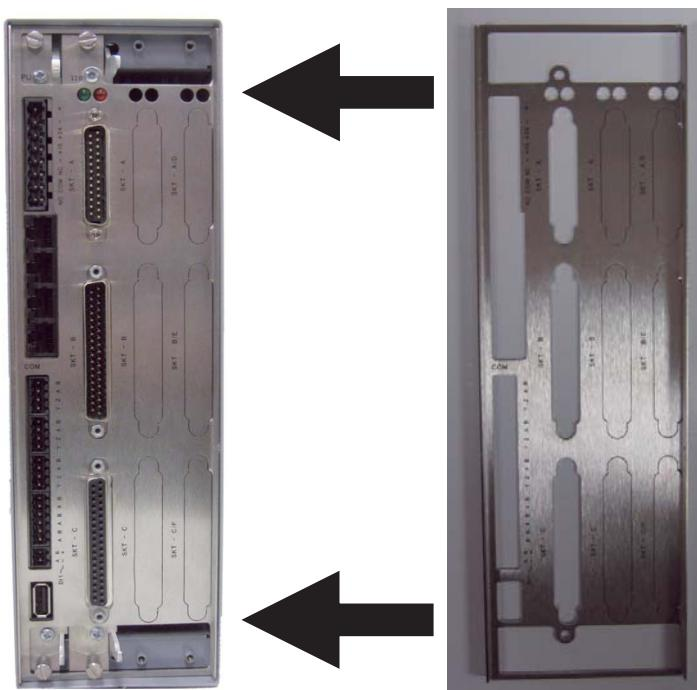

Рисунок 2-12. Защитный экран на месте
2. Разместите защитный экран поверх ей, уже установленных в контроллере S600+, и прикрепите защитный экран к модулю ввода/вывода, используя два винта, которые были сняты на шаге 1 (см. *рисунок 2-12*).